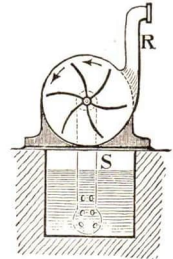

Abb. 50. Zentrifugalpumpe
**4. Eine wichtige Anwendung** findet die Fliehkraft bei der **Zentrifugalpumpe** (Abb. 50).